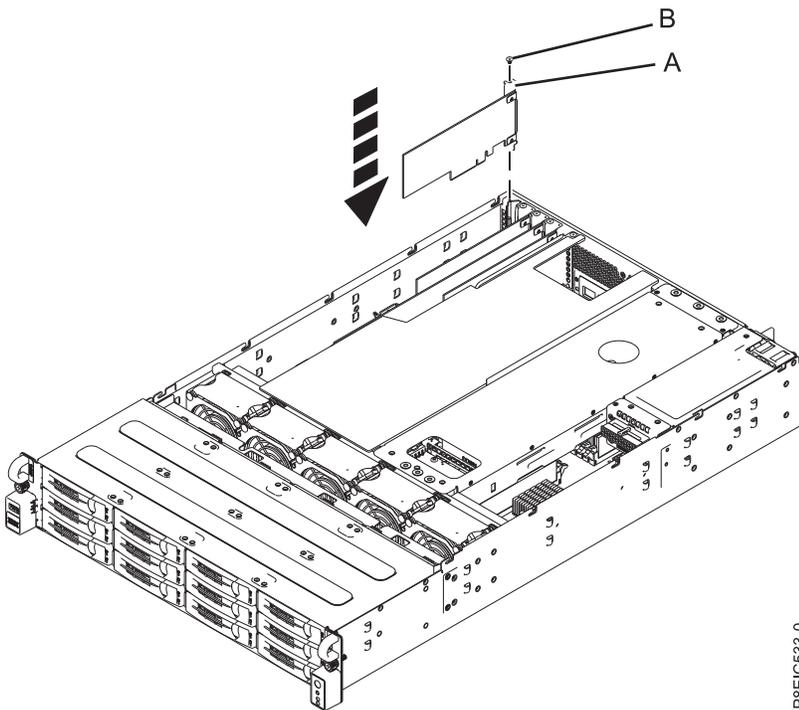

Abbildung 47. PCIe3-SAS/SATA-RAID-Adapter mit niedrigem Profil, 6 Gb, (FC EC3Y - PMC 71605E) (A) im System installieren und Schraube (B) einsetzen
- c. Setzen Sie die Sicherungsschraube (**B**) ein und ziehen Sie sie fest, um den RAID-Adapter am System zu befestigen (siehe Abb. 47).